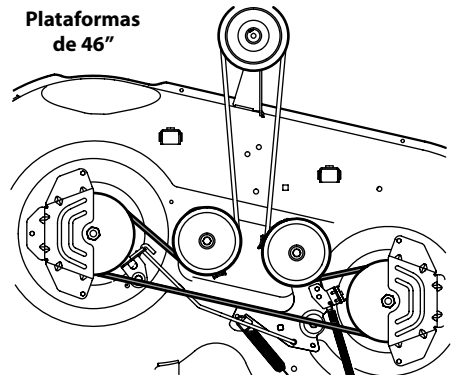
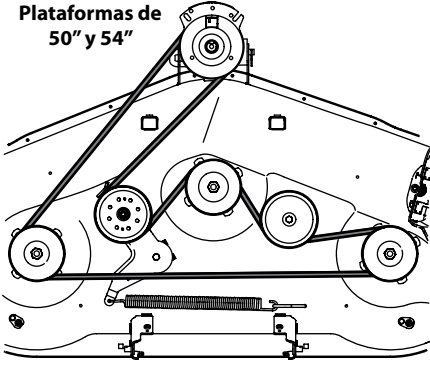

Figura 4-16
Figura 4-17
4. Coloque la correa nueva como se muestra en la figura correspondiente en las páginas siguientes. Consulte Figura 4-16 para plataformas de 42", Figura 4-16 para plataformas de 46" y Figura 4-17 para plataformas de 50" y 54".